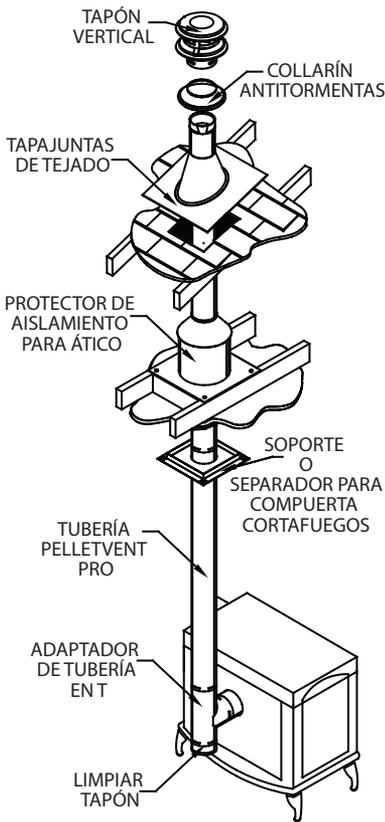

Figura 10
3. Si los gases de chimenea salen de la parte posterior de la estufa y se desea hacer una instalación interior (**Figura 10**):